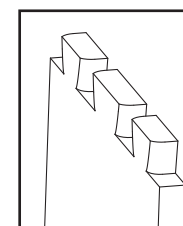
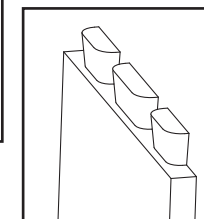

Fig. E22
Fig. E23
Si votre bois est plus épais que 12,7 mm (1/2 po) (et que vous ne faites pas cet ajustement) vous pouvez finir par avoir une épaisseur inappropriée de la brèche montrée à Fig. E22, ce qui est un exemple en utilisant un bois de 9,53 mm (3/8 po). Les brèches appropriées pour un bois de 9,53 mm (3/8 po) d'épaisseur devraient ressembler à ce qui est montré à Fig. E23. Pour régler les brèches sur un matériau plus épais, le gabarit a besoin d'être ramené à l'avant afin que l'ouverture (AA) soit à environ 3,18 mm (1/8 po).